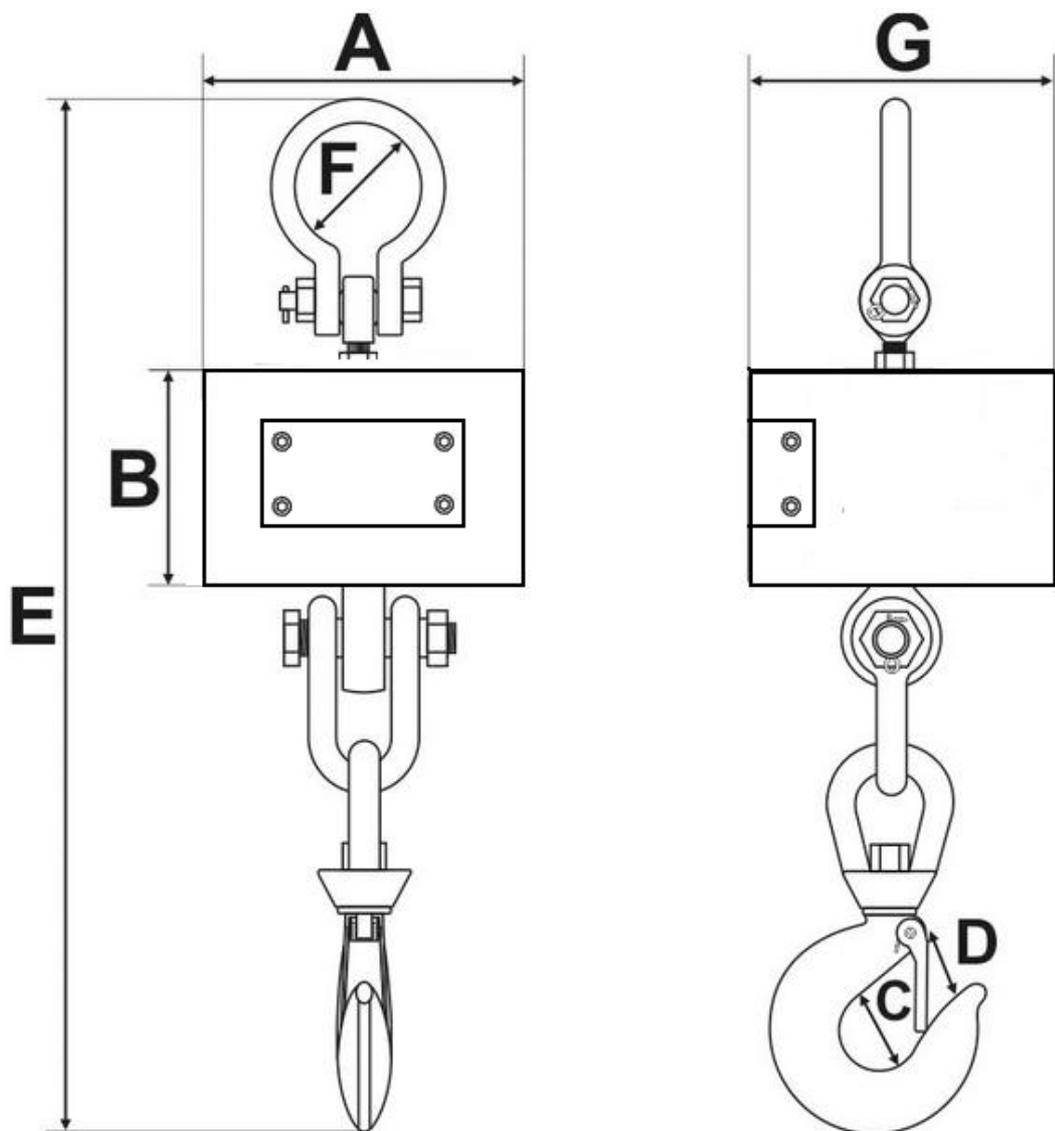

Рис. 1
1.4.15. Габаритные размеры весов представлены на рис.1 и в табл.2.